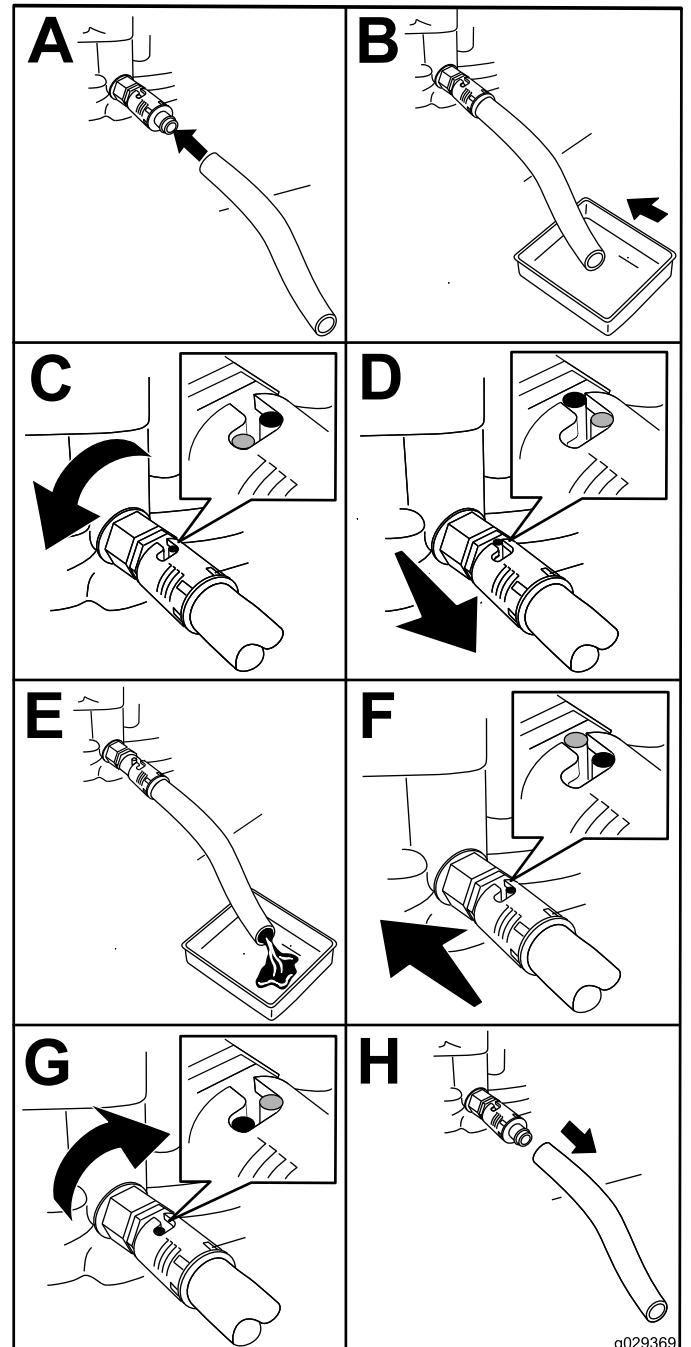

図 30
- ドレンバルブに、ドレンホースを接続する図 30。
- ホースの出口側を、廃油受け容器に入れる図 30。
- ドレンバルブを左に 1/4 回転させてオイルを排出する図 30。
- オイルが完全に抜けたら、ドレンバルブを右に 1/4 回転させて閉じる図 30。